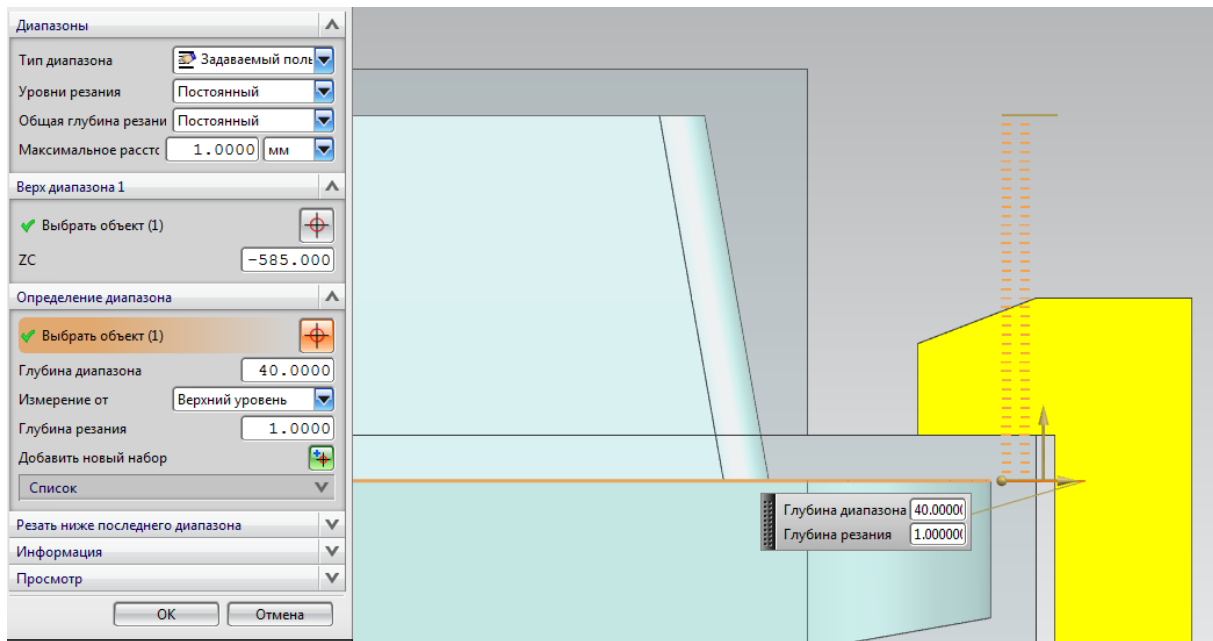

Рис. 2.33. Настройки уровней резания для черновой обработки
- задайте уровни резания для черновой обработки (см. рис. 2.33);